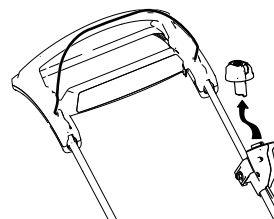

Figura 21
1. Îndepărtați butonul de pornire electrică (Figura 21).